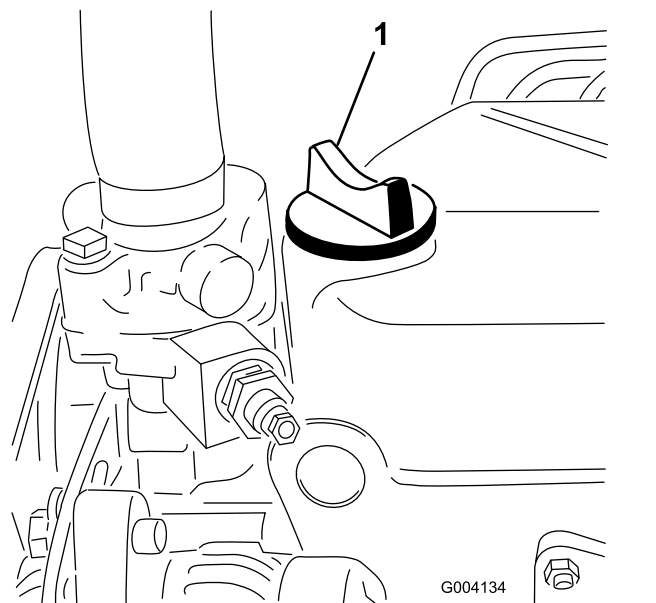

Рисунок 49
5. Если уровень масла ниже метки Full (Полный), снимите крышку заливной горловины (**Рисунок 49**) и долейте масло до отметки Full (Полный) на щупе.